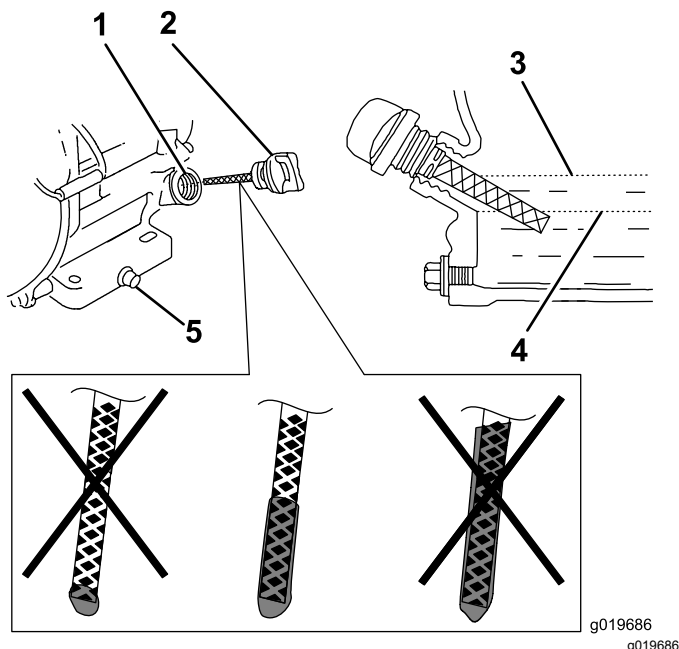

Figura 18
6. Estraete l'asta e controllate il livello dell'olio (Figura 18).